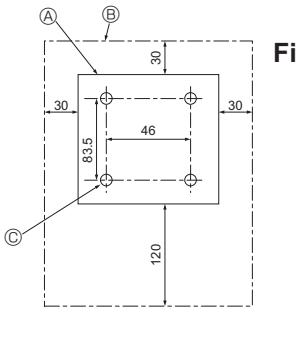

Fig. 6-2
(1) Aufstellort für Fernbedienung auswählen. (Fig. 6-2)
[Fig. 6-2]